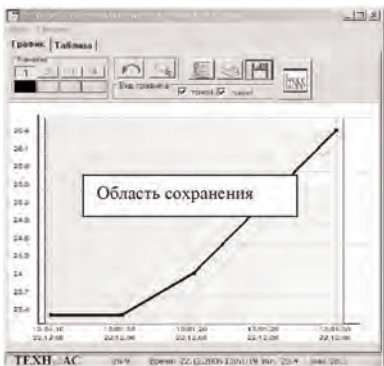

Рис. 15
- **кнопка сохранение** - выводит диалоговое окно "сохранение", меняется режим графика (на графике отображается квадрат выделения ограниченный синей и красной линиями), во время сохранения графика невозможно его масштабирование (рис. 15, 16). Окно состоит из двух строк вывода (начало сохранения и конец сохранения) и двух кнопок (сохранить и сохранить все данные).